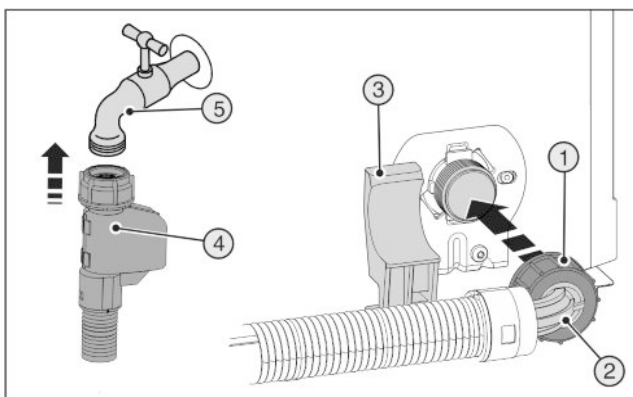

Fig. 21
- ▶ Rovný konec hadice připojte Fig. 21 (4) k uzavíracímu kohoutu Fig. 21 (5).